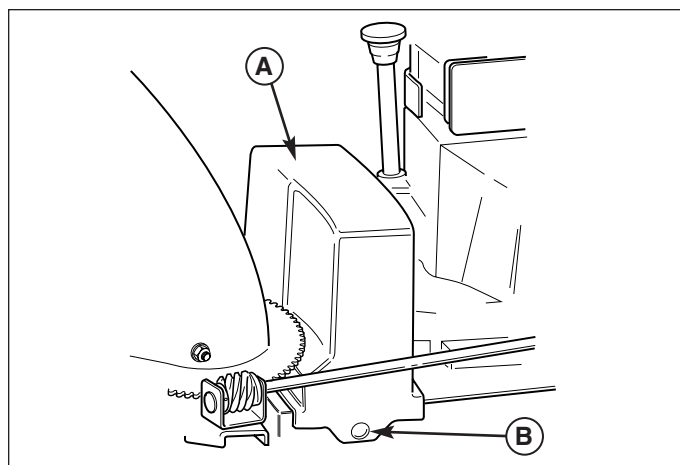

Figure 23. Protège-courroie
1. Couper le moteur, débrancher le câble de bougie et attendre l'arrêt complet de toutes les pièces en mouvement. Tourner la manche d'éjection à fond vers la droite. Desserrer les deux vis (B, Figure 23) de fixation du protège-courroie.